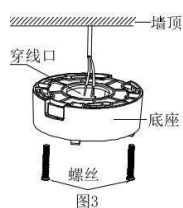

图3
(3) 将预埋线穿过底座穿线口，并用螺丝将底座固定在墙顶。如图 3 所示。